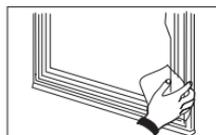

Fig. 4
- Si el selle magnético está sucio, la puerta no cerrará bien, haciendo que el congelador no funcione eficientemente. Límpielo con un paño y con un detergente líquido neutro. Ver Fig. 4